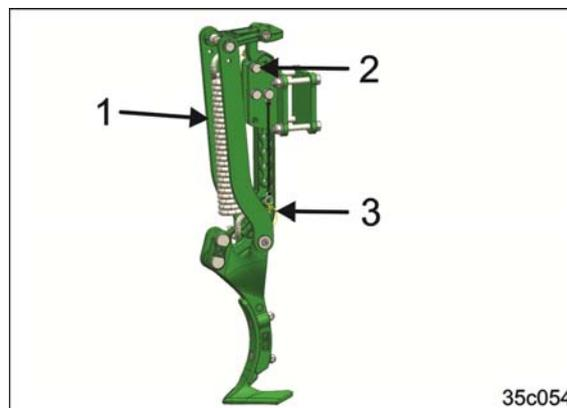

Fig. 128
8. Introduire l'efface-traces de roue de tracteur avec la moulure de poignée dans le logement d'efface-traces (Fig. 128/1)
9. Introduire tous les axes de fixation (Fig. 128/2)
10. Bloquer les axes de fixation avec les goupilles d'arrêt (Fig. 128/3)